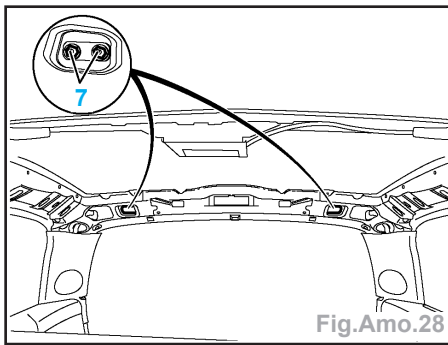

Fig.Amo.28
- Déposer les fixations (7) et le hayon (Fig. Amo.28).